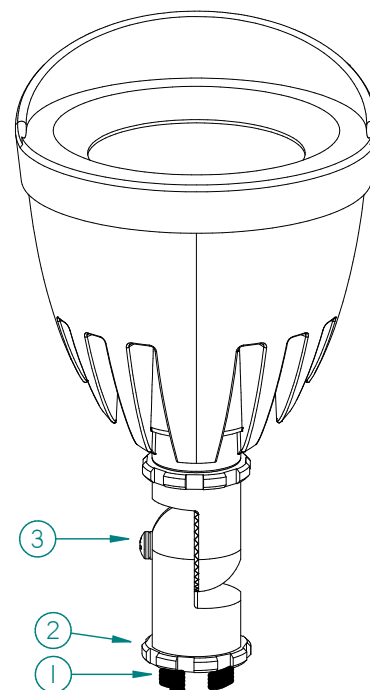

FIGURE 1
#### Monture d'articulation (Fig. 1):
•Vissez le luminaire sur la boîte électrique en utilisant le filetage 1/2-NPS sur le porte-fusée (1).
•Serrez légèrement le luminaire à l'aide de la clé à écrou de blocage ou de la pince de verrouillage de canal (2).
•Dirigez le projecteur dans la direction souhaitée, puis serrez à fond le contre-écrou et vis à tête fendue (pos. 3, fig. 1).